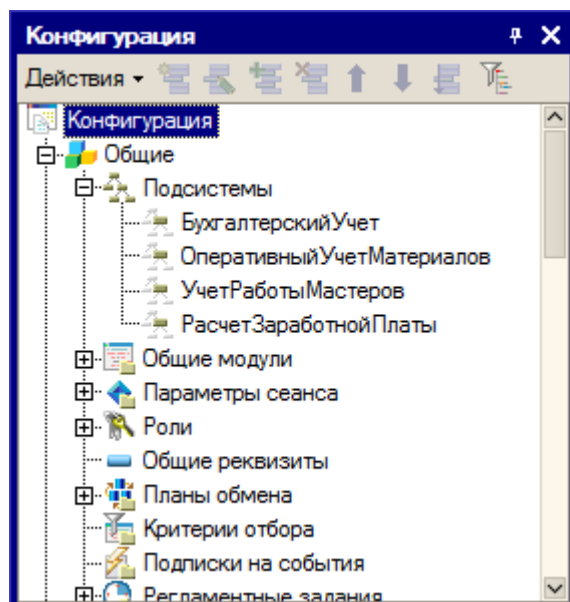

Рисунок 2.1- Подсистемы в информационной базе
1.1 Чтобы просмотреть подсистемы нужно открыть нашу конфигурацию и посмотреть ветвь дерева конфигурации **Общие > Подсистемы**, **Рисунок 2.1**. Точно так же можно будет обращаться к конфигурации в дальнейшем.